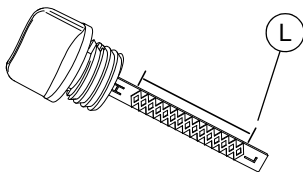

Figure 2-3. Plage de niveau d'huile sécuritaire
6. Voir **Figure 2-3**. Retirer la jauge et vérifier que le niveau est dans la plage de fonctionnement sécuritaire au-dessus de la limite inférieure (L).